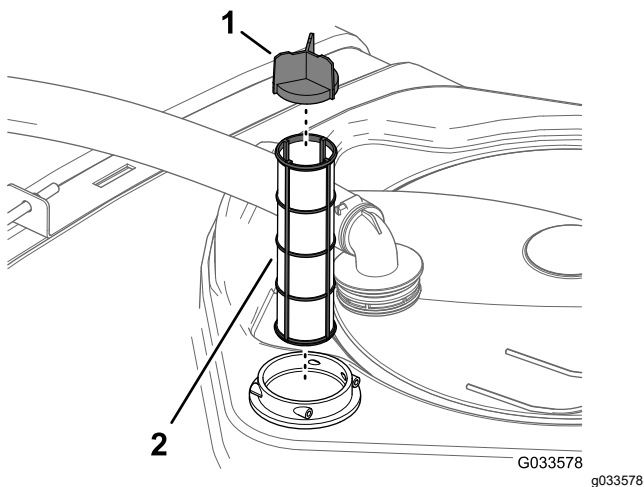

Figure 30
- Sortez la crépine d'aspiration du logement du filtre dans la cuve (Figure 30).